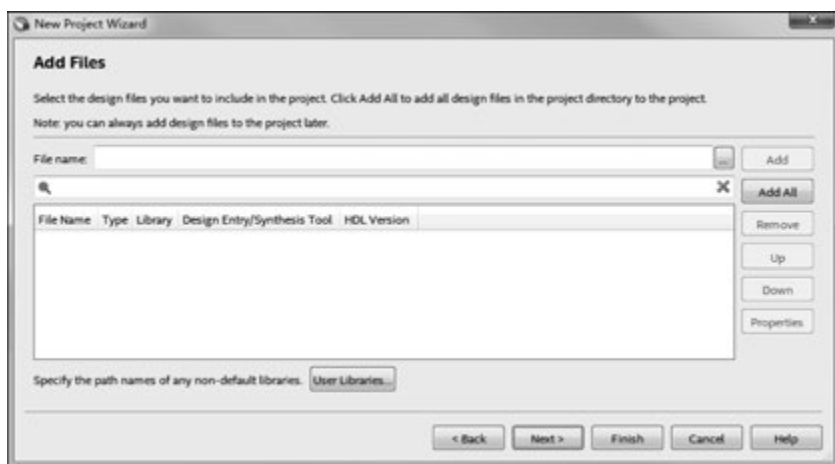

图 3-6 添加文件
(3) 单击 Next 按钮进入添加文件(Add Files)页面,如图 3-6 所示,向工程中添加所需要的文件和库,也可以删除工程中多余的文件和库。当新建的工程中不包含任何设计文件时,可以跳过这一步。